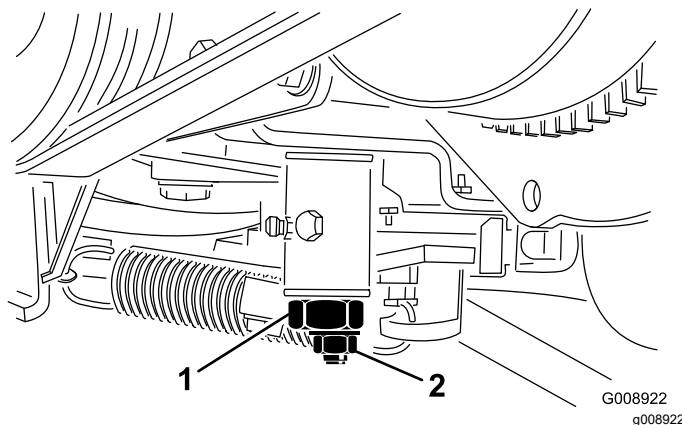

Bild 56
4. Lockern Sie die Sicherungsmutter an der Fahrtriebs-Einstellnocke (**Bild 56**).